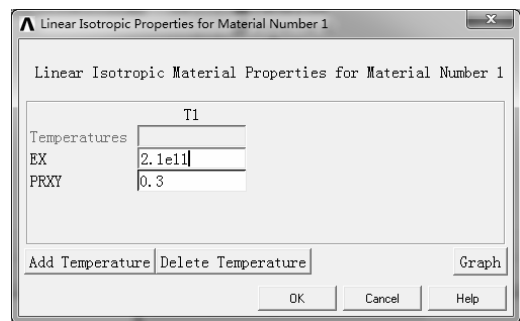

图 7-176 “Linear Isotropic Properties for Material Number 1”对话框
2) 在右侧列表中选择“Structural>Linear>Elastic>Isotropic”，弹出“Linear Isotropic Properties for Material Number 1”对话框，在“EX”文本框中输入 2.1e11，在“PRXY”文本框中输入 0.3，如图 7-176 所示。单击“OK”按钮返回。